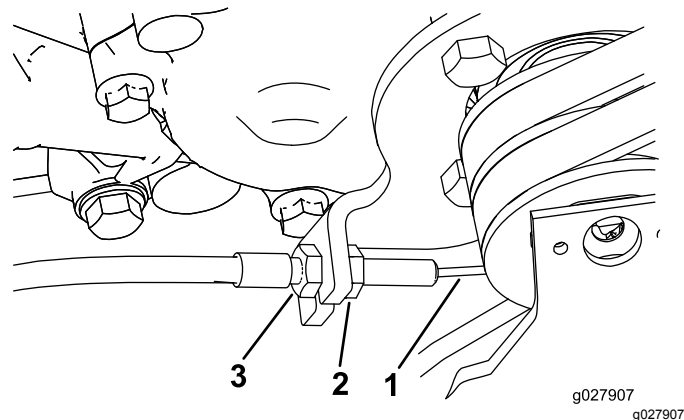

図 49
3. 走行ケーブルの前ジャムナットをゆるめ、後ジャムナット 図 49 を締めてケーブルの張りを出し、8-9 N・m 2.7-3.2 kg=6-7 lb の力で走行コントロールがつかないようにする